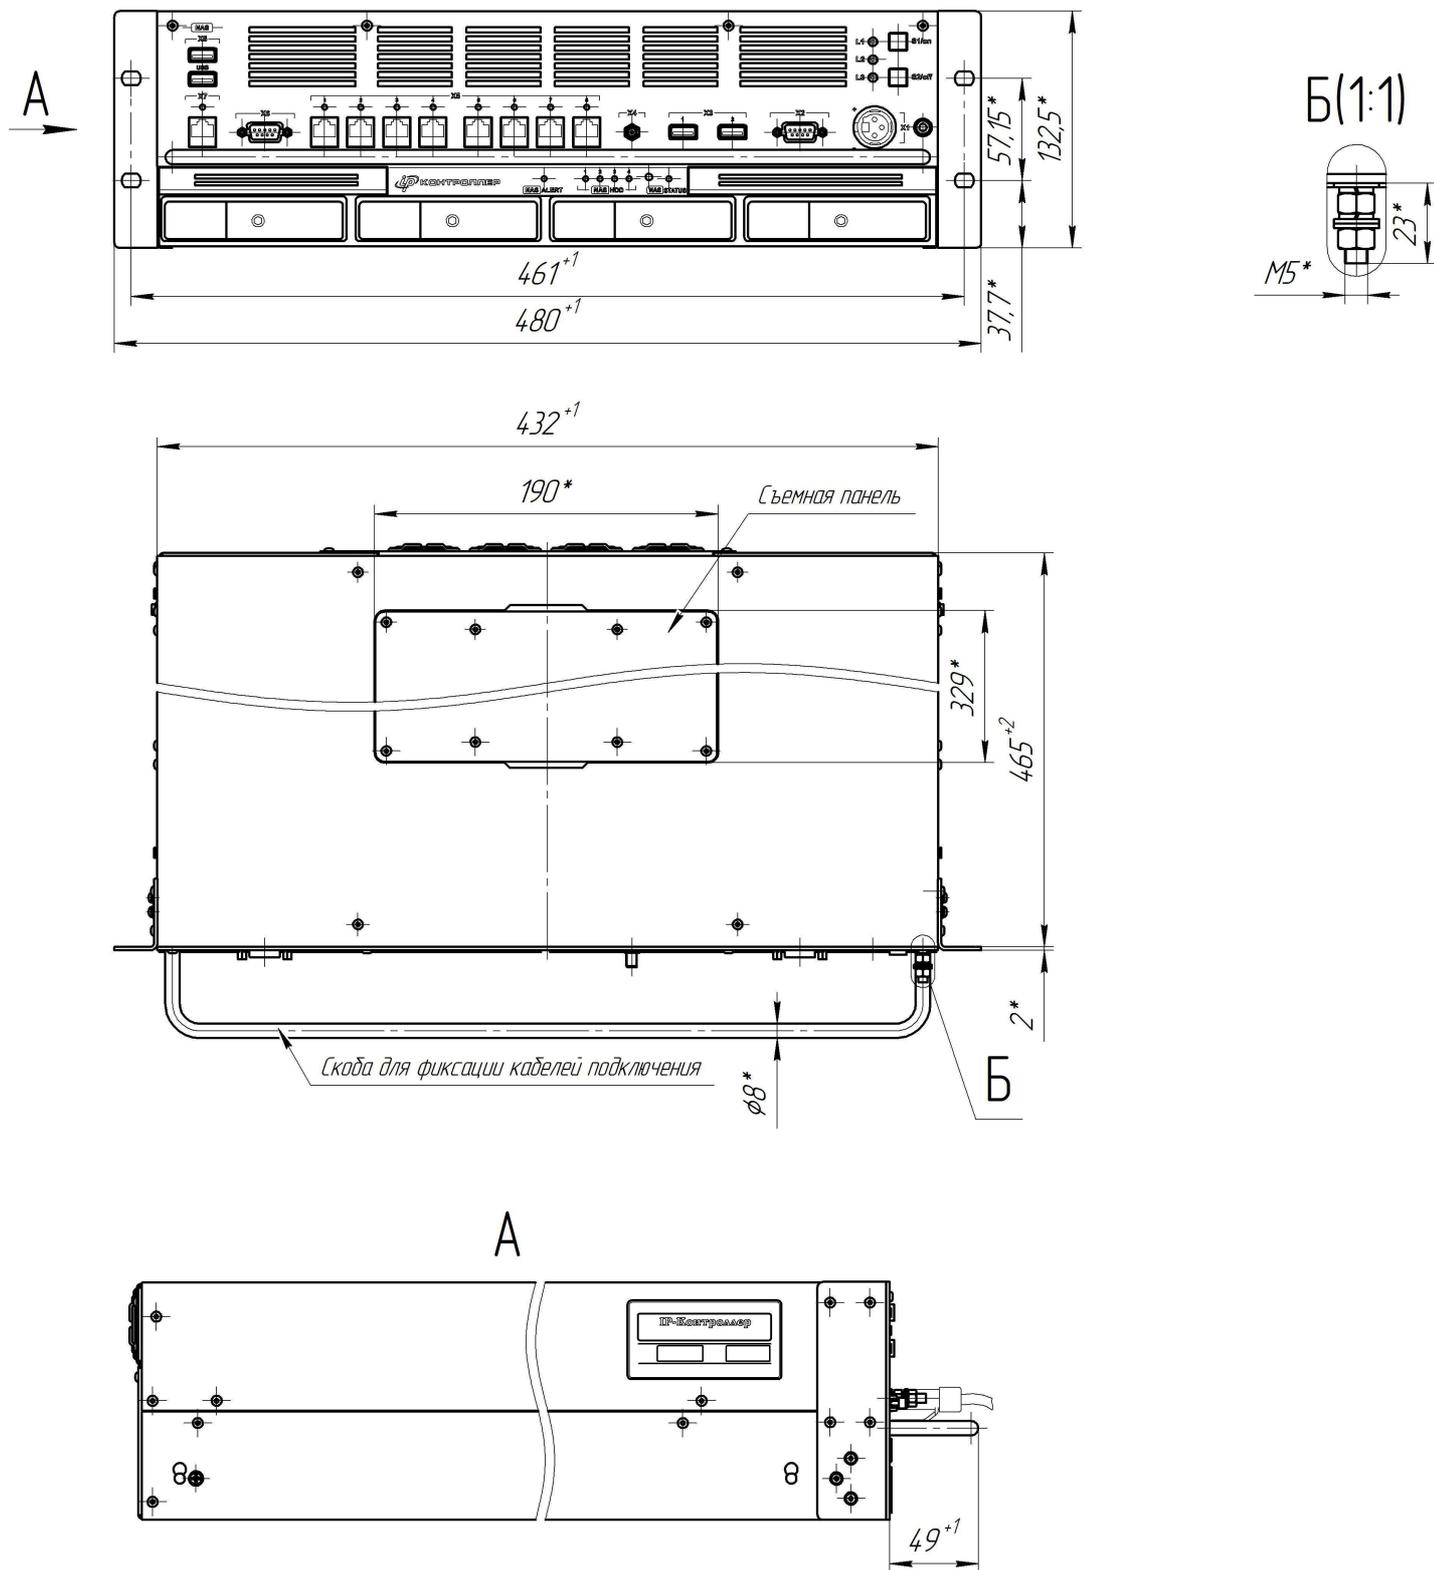

Рис.2 Габаритные и установочные размеры Контроллера
4.3.1 Через съемную панель на верхней части корпуса Контроллера (см. рис.2) есть доступ для установки/замены процессора или модуля оперативной памяти.
4.4.4 Кабели подключения зафиксировать с помощью кабельных стяжек на скобе с передней части устройства (см. рис.2).
4.4.5 Обеспечить подключение заземления к винту на передней панели контроллера (см. рис.2 вид Б).